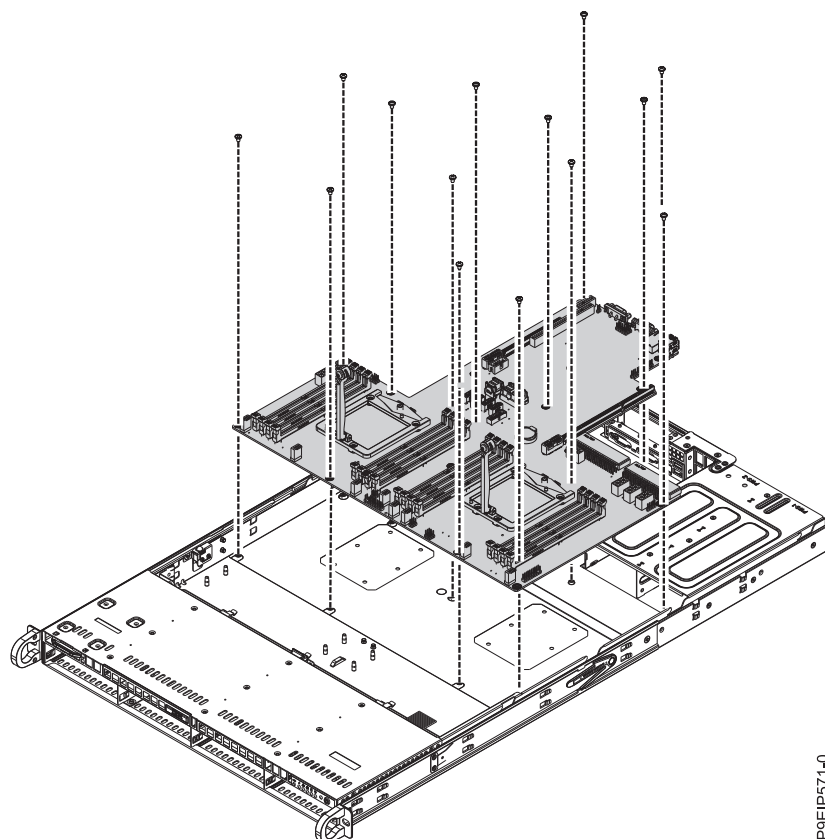

Figura 39. Levantando a painel traseiro do sistema
12. Segurando o dissipador de calor do processador, mova cuidadosamente o painel traseiro do sistema um pouco para frente e para cima para removê-lo. Consulte o Figura 39 na página 41.